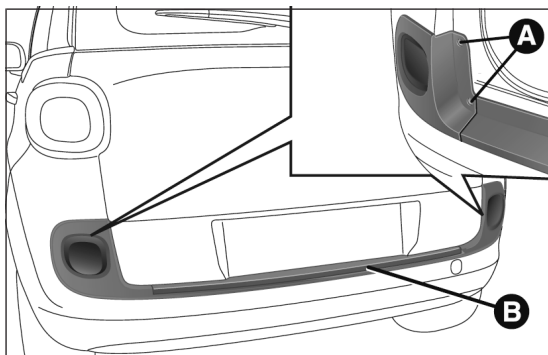

fig. 188
- ouvrir le coffre, déposer le cadre de finition, dévisser les quatre vis de fixation A fig. 188 et déposer le groupe optique B ;
- remonter correctement le groupe optique B fig. 188 en vissant les quatre vis de fixation A puis refermer le coffre.